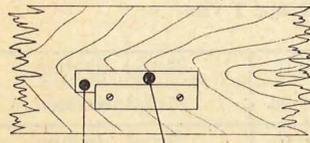

Abb. 2
7. Rührschieberzapfen (5/32) in Reinigungsstellung bringen (s. Abb. 2) und Rührschieber nach Hochdrücken in den Streukasten herausnehmen!